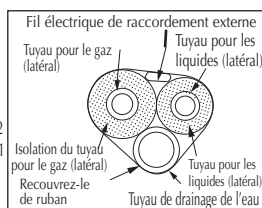

Fig.3
2. Retirez les tuyaux du boîtier, recouvrez le fil électrique ainsi que le tuyau pour l'eau et insérez-les dans le trou pour les tuyaux (comme l'indique la figure 3).